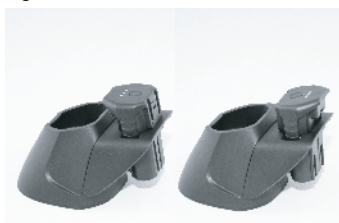

Fig. 27
1. Sett inn batteriet som vist (fig. 27) med kontaktene vendt nedover. Begge innsetningsretninger er mulig.